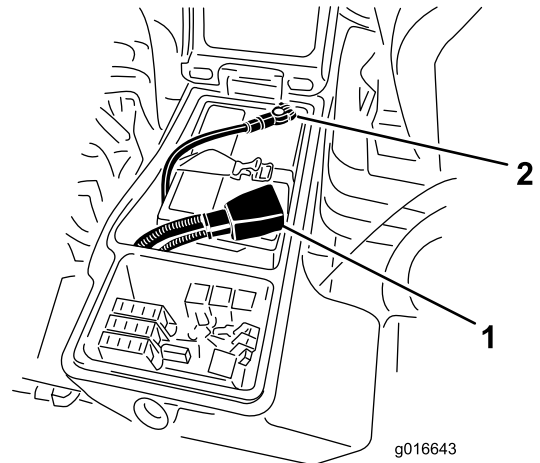

图 62
6. 将正极红色接线连接到正极 (+) 电池端子负极黑色接线连接到负极 (-) 电池端子 (图 62)。